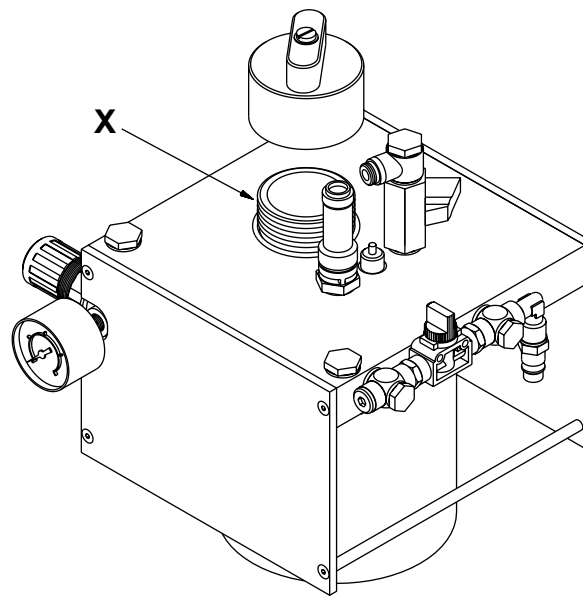

Abb. 25: Gewinde im Deckel
2. Überwurfring [Abb. 25, Pos. 3] mit Gabelschlüssel SW 11 lösen.
3. Danach die Einzelteile des Sprühkopfes gemäß Abb. 25 auseinanderbauen.
8. Prüfen, ob sich die Nadel mit Kolben [Abb. 25, Pos. 8] leichtgängig bewegen lässt.
9. Prüfen, ob der Innendüseneinsatz [Abb. 25, Pos. 1.0.3] frei von Verschmutzungen ist.
2. Prüfen, ob der O-Ring [Abb. 25, Pos. 5] defekt ist.
1. Prüfen, ob sich Verschmutzungen oder Fremdkörper in der Innendüse [Abb. 25, Pos. 1.0.3] befinden.
2. Prüfen, ob sich die Nadel mit Kolben [Abb. 25, Pos. 8] leichtgängig bewegen lässt.